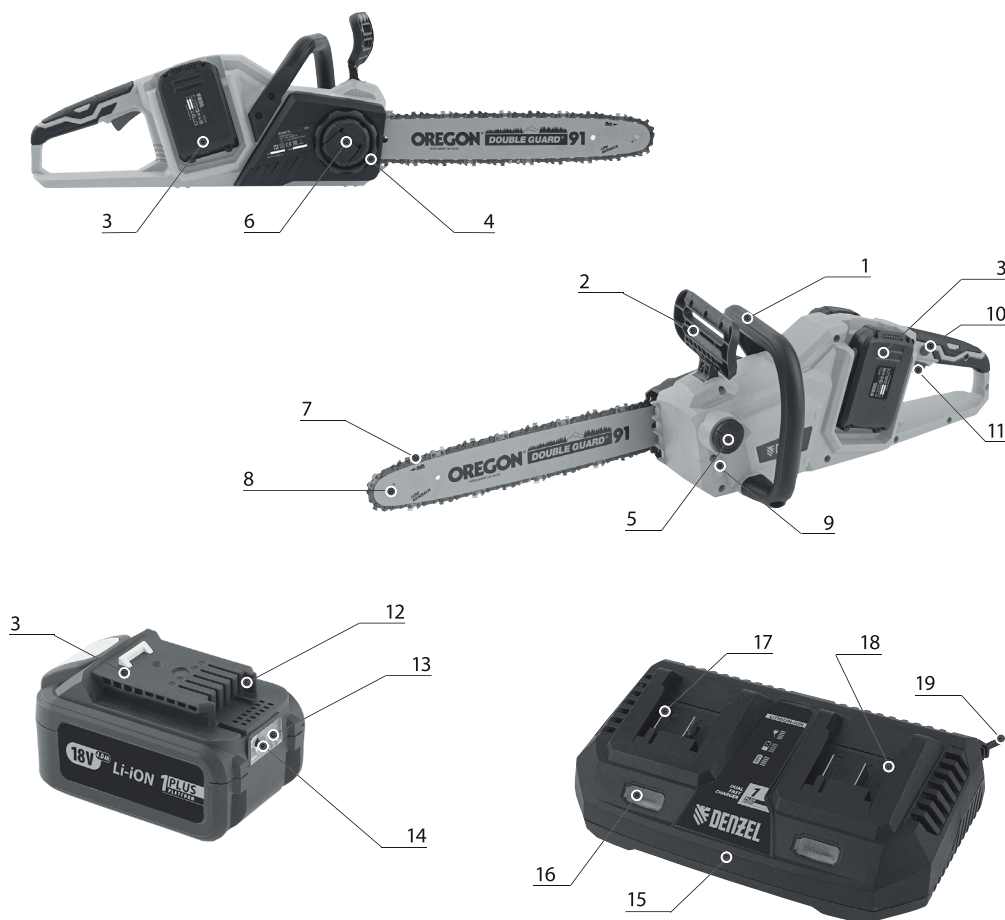

Рис. 3
2. Вытащите прижимную ручку б (рис. 3) и открутите защитный щиток (рис. 4).
Для запуска инструмента установите АКБ, нажмите кнопку блокировки 10 (рис. 3) и, не отпуская ее, нажмите на рычаг выключателя 11 (рис. 3).